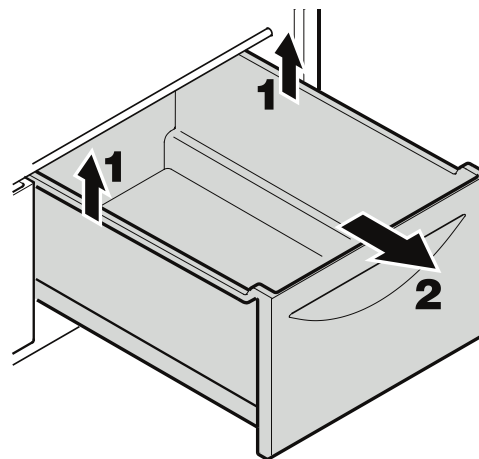

Figure 15
Sortir complètement le tiroir, le saisir à l'arrière et le soulever - Figure 15.
- Retirer les tiroirs à légumes comme à la **Figure 15**.